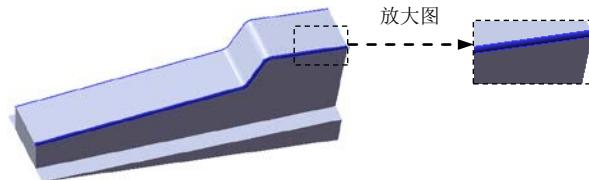

图 16.5.8 圆角 3
(3) 定义拉伸深度属性。
① 定义深度方向。采用系统默认的深度方向。
② 定义深度类型和深度值。在“凸台一拉伸”对话框**方向1**区域的下拉列表中选择**两侧对称**选项，在文本框中输入深度值 20.0，选中**合并结果(M)**复选框。
(4) 单击 \checkmark 按钮，完成凸台一拉伸 2 的创建。
Step6. 创建图 16.5.8 所示的圆角 3。
(1) 选择命令。选择下拉菜单**插入(I)** \rightarrow **特征(E)** \rightarrow **圆角(U)...** 命令（或单击 按钮），系统弹出“圆角”对话框。